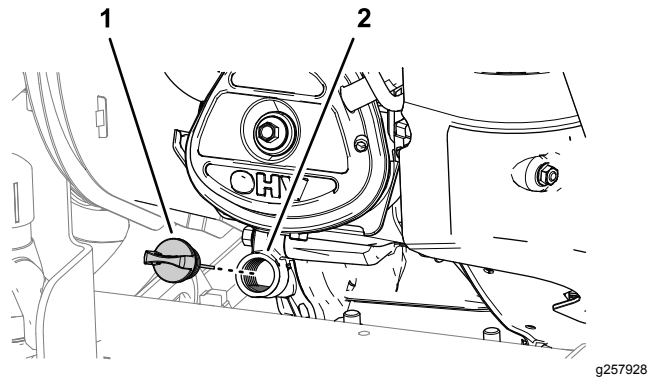

Figure 75
4. Sortez la jauge du moteur et essuyez-la sur un chiffon propre (Figure 75).
8. Serrez la jauge à la main dans le goulot de remplissage (Figure 75).